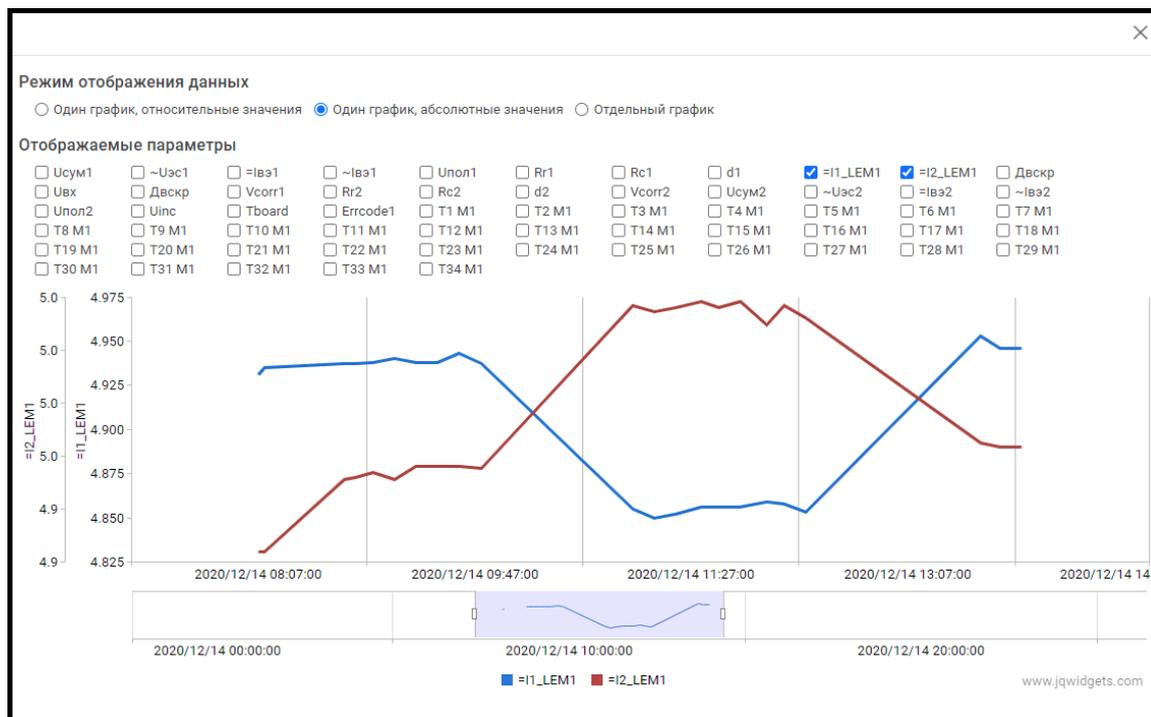

Рисунок 35 – Вид графика в режиме «Один график, абсолютные значения»
- б) Режим «Один график, абсолютные значения» отображает все выбранные параметры на одном графике, используя при этом собственные шкалы величин для каждого из выбранных параметров (рисунок 35).